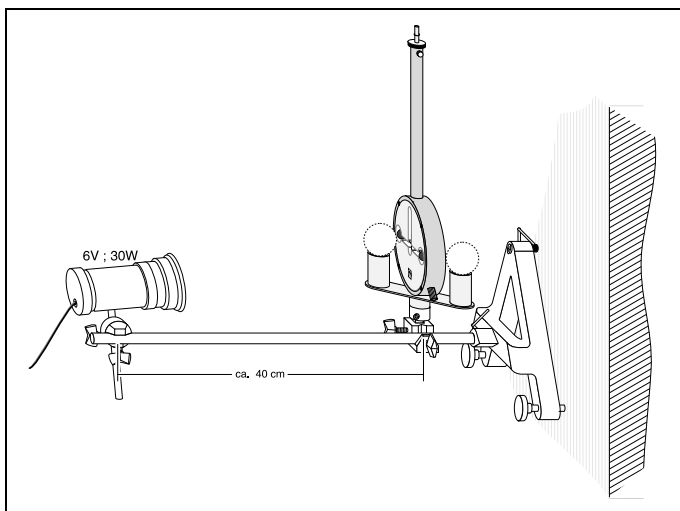

Fig. 3
Montage mural (voir fig. 3)
Montaje de pared (ver Fig. 3)
3.2 Fixation du pied au mur (nécessaire avant la première mise en service pour un montage mural réalisé selon la fig. 3)
3.2 Montaje en la pared de la base de soporte (indispensable para montaje en pared, antes de la puesta en servicio por primera vez, según la Fig. 3)
Installer le dispositif au mur - d'abord sans les grandes sphères de plomb - conformément à la fig. 3 (ou bien sur une table stable sur le banc d'optique).
El ensayo se monta en la pared según la Fig. 3, primero sin las bolas grandes de plomo, o en un banco óptico, sobre una mesa bien estable.